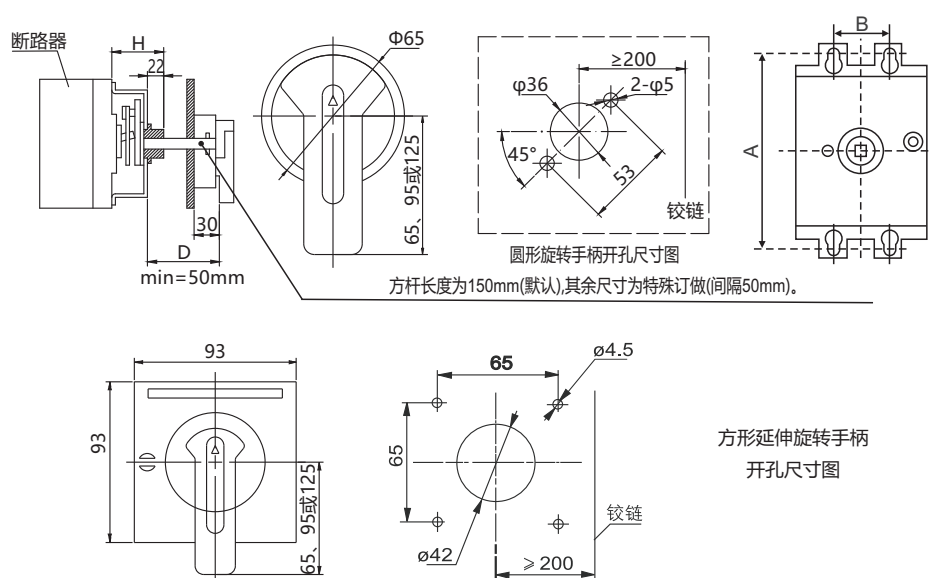

图6 手动操作机构尺寸图
- 3) 手操机构配用操作手柄默认为“A”型圆形手柄，需要“F”型方形手柄时开单需要注明。手操机构安装尺寸见图6和表9。